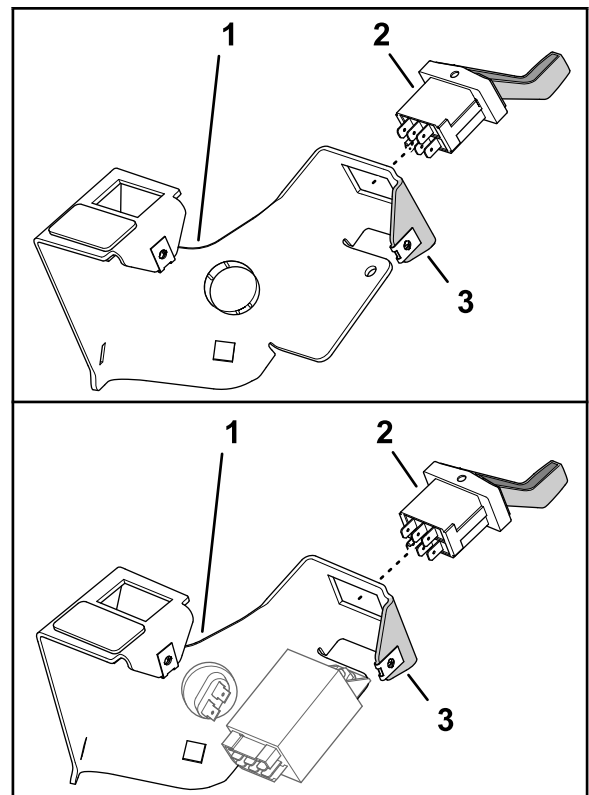

Figura 7
- Monte el interruptor de paleta en el soporte de la columna con la paleta del interruptor hacia abajo (Figura 7).